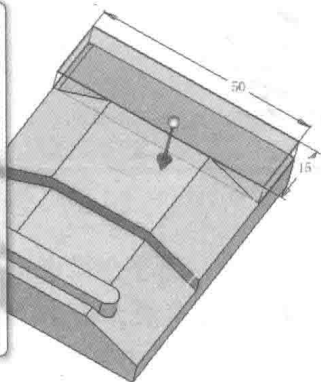

图 1.2-22 拉伸
► 单击“拉伸”图标进行求差拉伸，输入拉伸距离为 5.5mm，如图 1.2-22 所示。